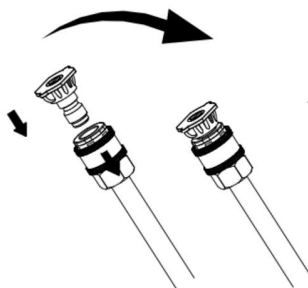

Fig.8
- Attacher des lances à plusieurs types comme le montre la figure 8.